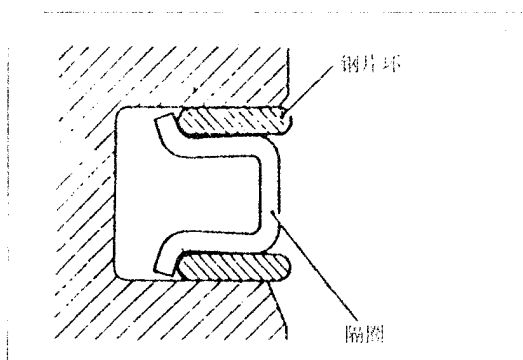

图 3-47
(2) 油环的安装
a. 如图 3-47，将油环隔圈装入活塞环槽，然后安装上、下钢片环。